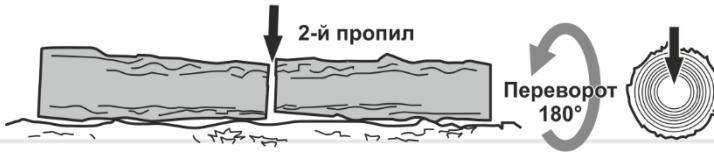

Рисунок 13. Розпилювання колоди із протилежного боку.
2. Переверніть колоду і розпилляєте (2, рис.13) її з протилежного боку.